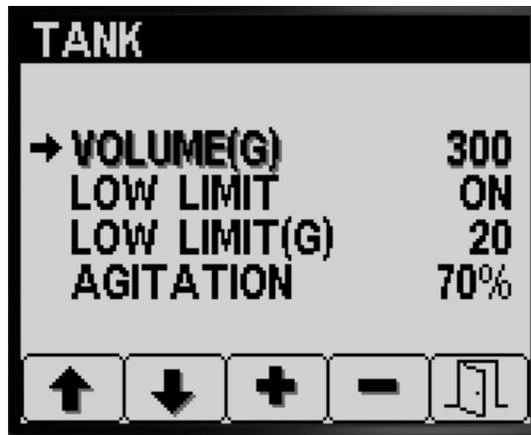

图 12
1. 按 1 号或 2 号按钮导航至 TANK VOLUME 药缸容量选项 图 12。